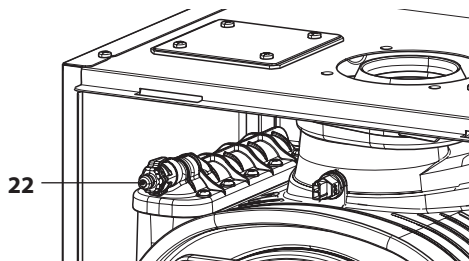

Figura 6.4
- Prima di allentare il raccordo di sfiato scambiatore primario condensante 22 in Figura 6.4 collegare un tubicino di scarico al portagomma per far defluire l'acqua in uscita.
- Riempire l'impianto di riscaldamento vedi sezione "Riempimento del circuito riscaldamento" a pag. 20 e richiudere il raccordo di sfianto scambiatore primario condensante 22 in Figura 6.4 quando da quest'ultimo inizia ad uscire acqua.